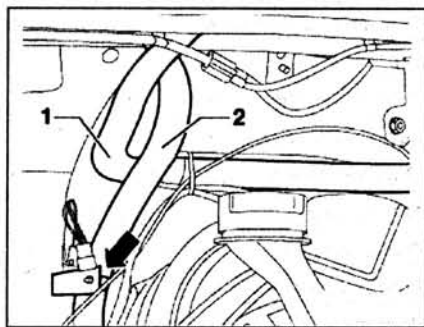

Рис. 2.9. Отсоедините патрубок 1 системы охлаждения от радиатора. Отсоедините патрубок 2 системы охлаждения и отцепите его от кронштейна (стрелка).
21. Отсоедините патрубок 1 системы охлаждения от радиатора. Отсоедините патрубок 2 системы охлаждения и отцепите его от кронштейна (стрелка) (рис. 2.9).